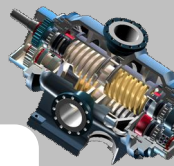

图 3.15 “转移/快速”选项卡
Step2. 单击“非切削移动”对话框中的**转移/快速**选项卡, 按图 3.15 所示设置参数, 单击**确定**按钮, 完成非切削移动参数的设置。